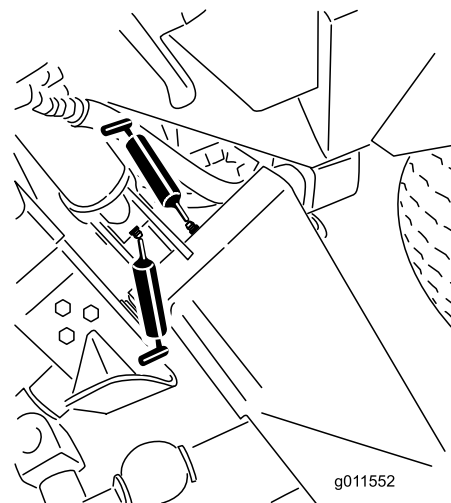
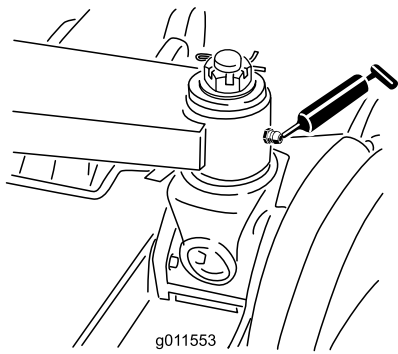

Figura 42
Figura 43
- Seis casquilhos do braço de elevação principal (Figura 42 e Figura 43)